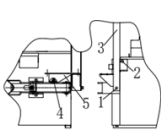
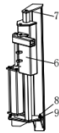

Fig. 10
Fig. 11
2. Instale la columna 3 con los tornillos 1 y 2; instale el soporte 5 del brazo auxiliar con el tornillo 4; (Fig. 10)
3. Instale el brazo de ayuda 6 con la tuerca 7 y el tornillo 9, luego apriete los elementos 4, 7, 8 y 9 (Fig. 10, Fig. 11);